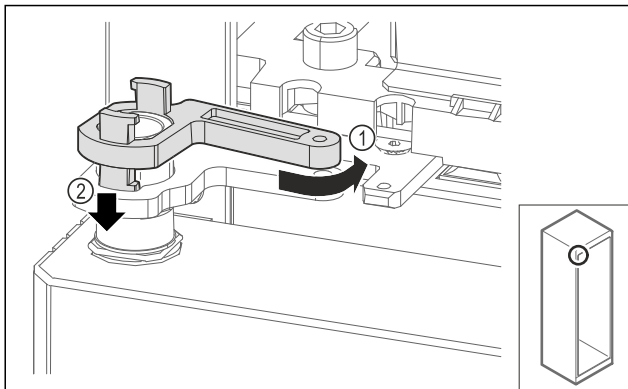

Fig. 71
- ▶ Vergrendeling lagerbok iets terugdraaien Fig. 71 (1), omlaag drukken Fig. 71 (2) en in de scharnierhoek vergrendelen.